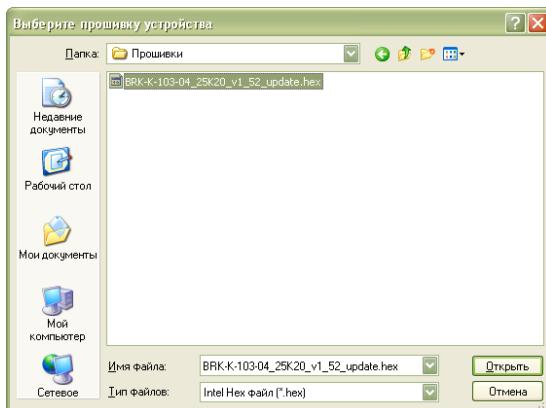

Рисунок 39 Выбор файла программного обеспечения
1) Для смены встроенного программного обеспечения БРК-К следует выбрать в окне «Доступные счетчики» требуемый блок и в контекстном меню выбрать пункт «Выполнить обновление ПО» и тип процессора, установленного в БРК-К. Откроется окно выбора файла встроенного программного обеспечения (рисунок 39).